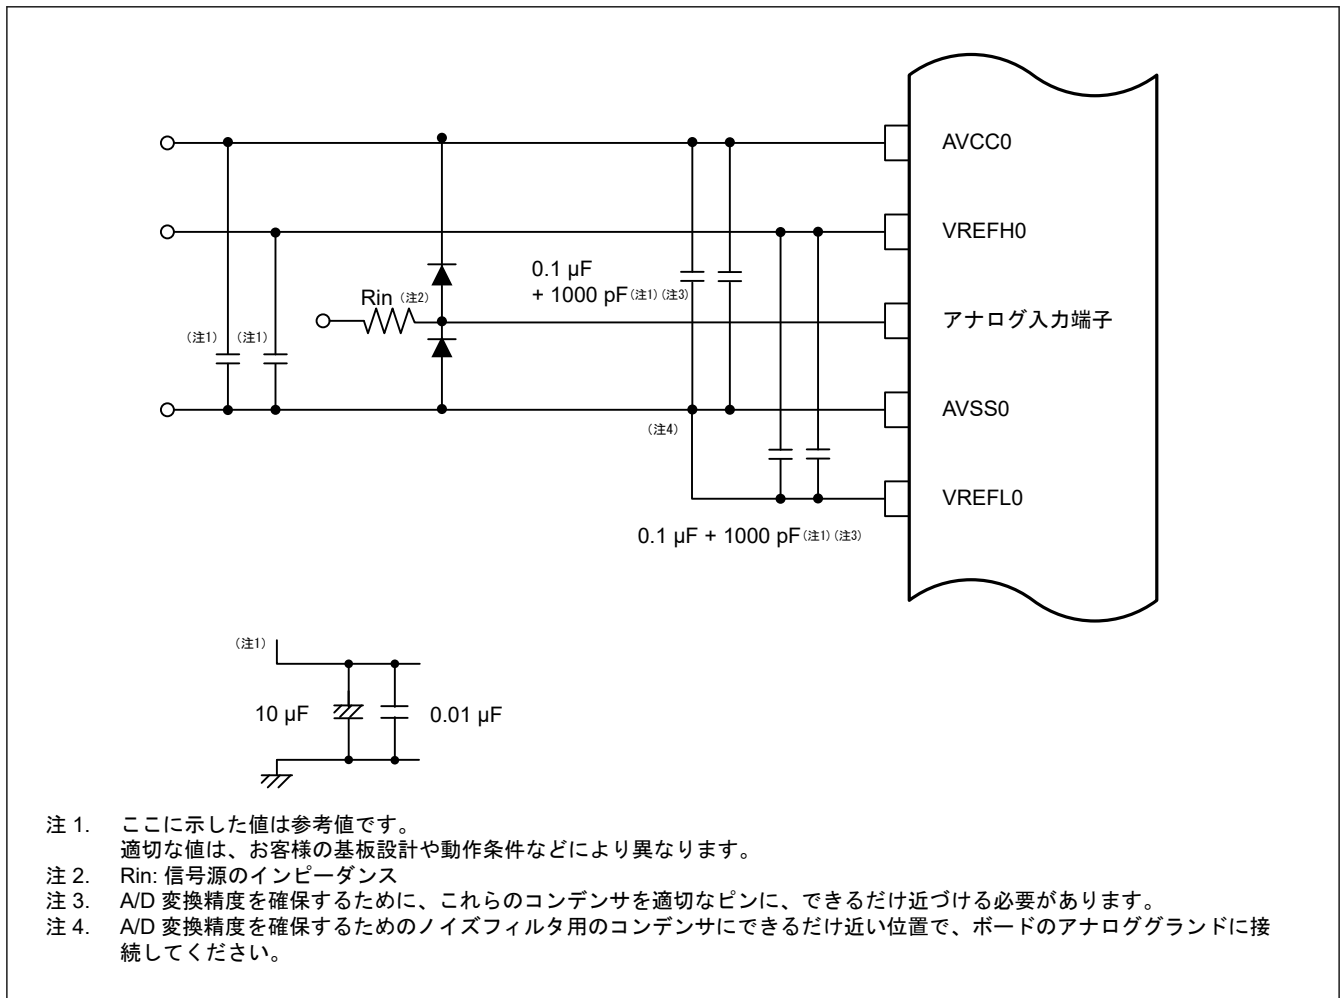

図 36.59 保護回路とノイズ対策の例
保護回路の例を図 36.59 に示します。
- AVCC0 端子と AVSS0 端子間、VREFH0 端子と VREFL0 端子間には、ノイズフィルタ用のコンデンサを端子に近い位置に配置し接続してください。また、AVSS0 端子と VREFL0 端子は、できるだけ端子の近い位置でボード上のアナロググランドに接続してください。接続例を図 36.59 に示します。